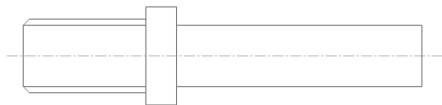

图 3-48 打开素材模型
(1) 单击常用工具栏中的【打开】按钮, 打开一幅素材模型, 如图 3-48 所示。